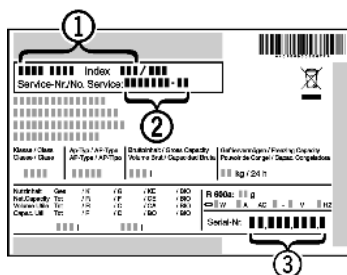

Fig. 14
- Relever la désignation de l'appareil *Fig. 14 (1)*, le n° de service *Fig. 14 (2)* et le n° de série *Fig. 14 (3)* sur la plaquette signalétique. Cette plaquette se trouve sur la paroi intérieure gauche de l'appareil.
- Informer le S.A.V. et lui communiquer la panne, la désignation de l'appareil *Fig. 14 (1)*, le n° de service *Fig. 14 (2)* et le n° de série *Fig. 14 (3)*.